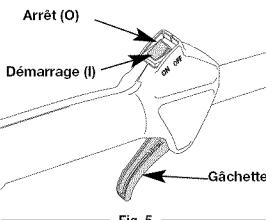

Fig. 5
REMARQUE : Il n'est pas nécessaire de faire démarrer la machine. La commande On/Off (Arrêt/Marche) est en position ON (I) en permanence (Fig. 5).
- Appuyez sur la commande Marche/Arrêt Stop et maintenez-la en position ARRET (O) jusqu'à ce que le moteur s'arrête complètement (Fig. 5).